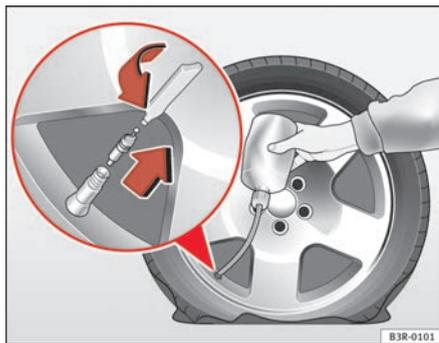

Fig. 184 Réparation
- Retirez le capuchon de la valve du pneu et dévissez l'obus de valve avec l'extracteur d'obus joint au kit de crevaison ⇒ fig. 184.